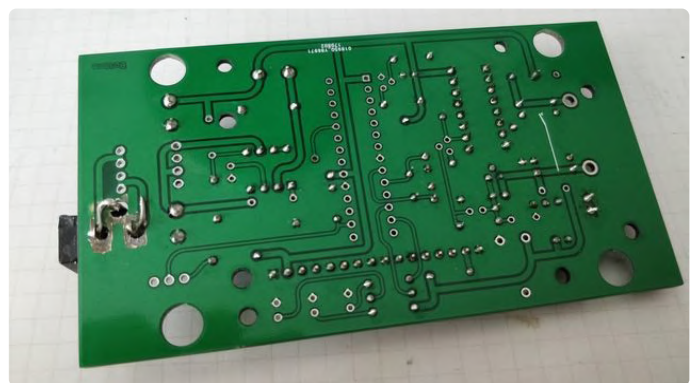

Bild 6. Errare humanum est! Die Platine musste etwas nachbearbeitet werden, damit die Buchse auf den falschen Footprint passte.
- Ich habe vergessen, die Abmessungen und die Form der Pads des Stromanschlusses J1 zu überprüfen. Wenn Sie das gleiche Modell wie ich verwenden, müssen Sie die Platine mit einem Dremel etwas nacharbeiten (Bild 6). Da der Stecker durch seine Lötverbindungen nicht mehr richtig gehalten wird, habe ich ihn (nach dem Löten) auf die Platine geklebt.